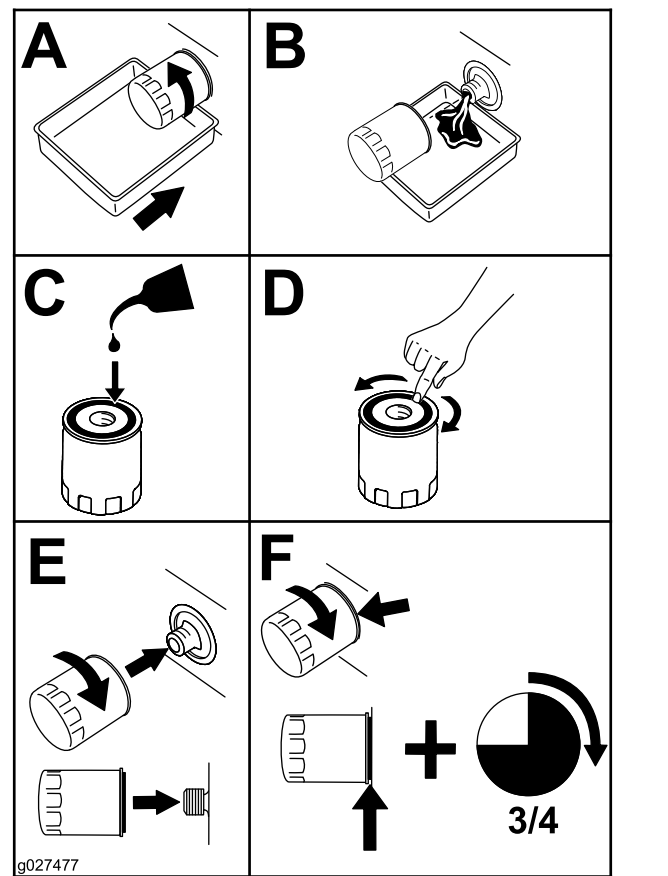

Bild 44
5. Tauschen Sie den Ölfilter wie in Bild 44 dargestellt.